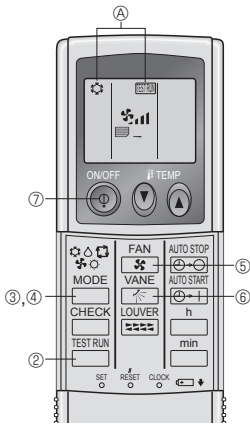

Fig. 7-5
7.2.2. Utilizar o controlo remoto sem fio (Fig. 7-5)
- ① Ligue a alimentação à unidade pelo menos 12 horas antes do ensaio.
- ② Prima o botão duas vezes continuamente.